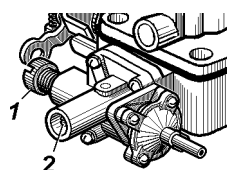

Рис. 4.29. Корпус смесительных камер карбюратора (фрагмент):
1. Предварительно винтом 1 (рис. 4.29) установите частоту вращения коленчатого вала на холостом ходу $700 - 800 \text{ мин}^{-1}$.